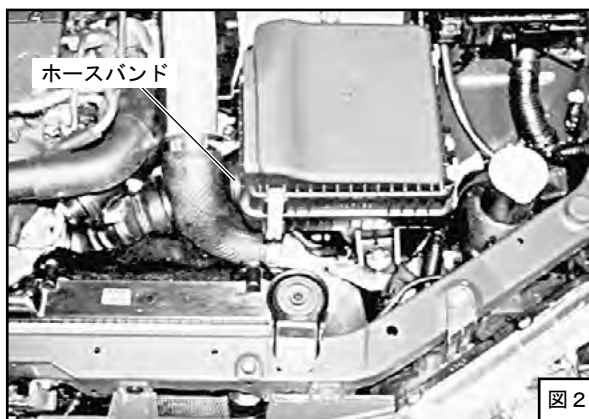

図 2
- (3) エアクリーナのクランプ（4ヶ所）を外し、エアクリーナケースアッパと中のエアクリーナエレメントを取外してください。（図2）
- (4) エアフロメータのコネクタを取外してください。
- (5) エアクリーナケースロアを取付けているボルト（2本）を外し、ホースバンドを緩め、エアクリーナケースロアを取外してください。